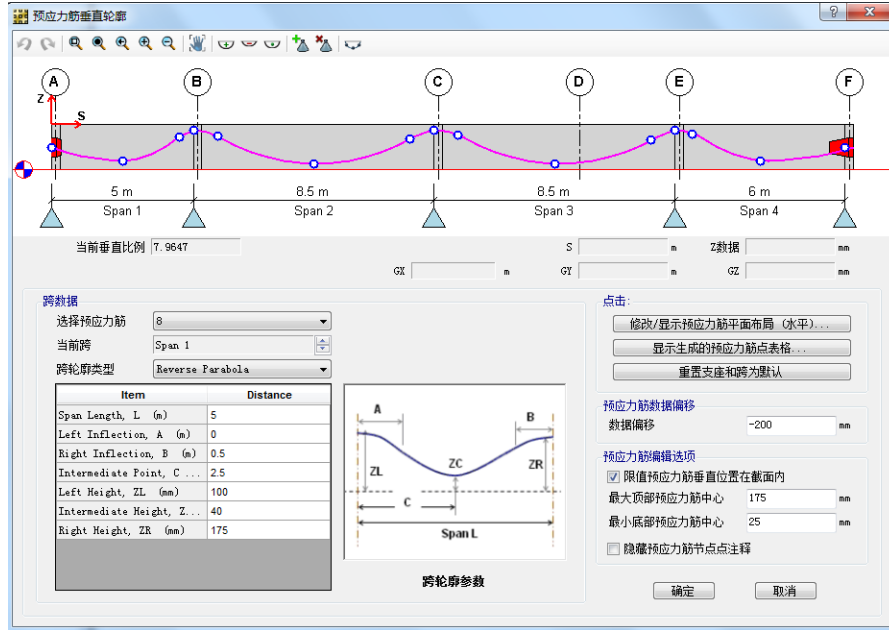

图 33 预应力筋剖面形状对话框
3. 在与纵向跨度相关的任意一个编辑栏中左击鼠标，将弹出预应力筋剖面形状对话框，类似图 33 所示。对话框中将显示预应力筋的纵剖面，通过在图形上移动控制点的位置或编辑选定跨的表格数据，可以改变预应力筋的形状。点击**确定**，接受默认的预应力筋形状。